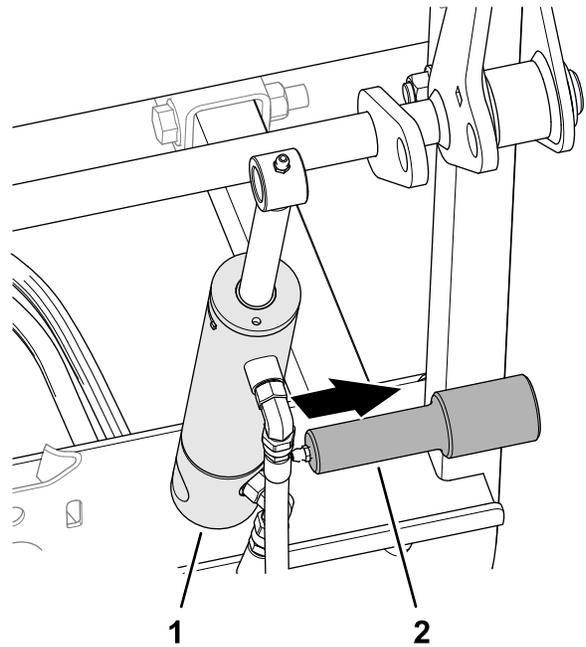

図 18
5. 後アタッチメント昇降シリンダを、後フレームの取り付けシャフトに組み付ける 図 18。